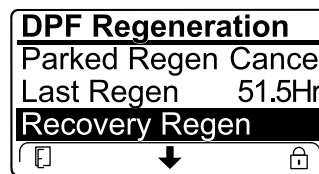

Figura 43
- Se o computador do motor não tiver pedido uma regeneração de recuperação e percorrer a opção REGENERAÇÃO DE RECUPERAÇÃO, a regeneração de recuperação bloqueia e o ícone de bloqueio (Figura 43) surge no canto inferior direito do InfoCenter.